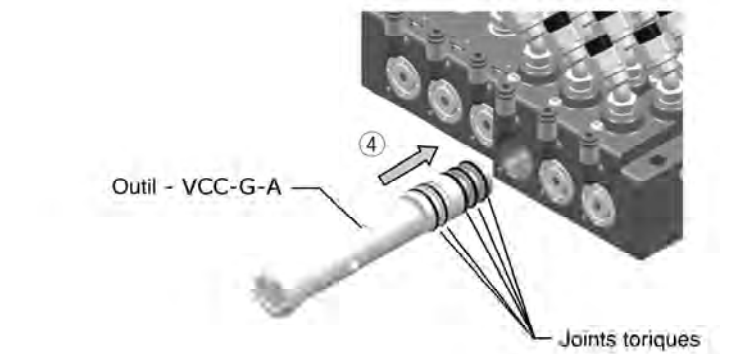
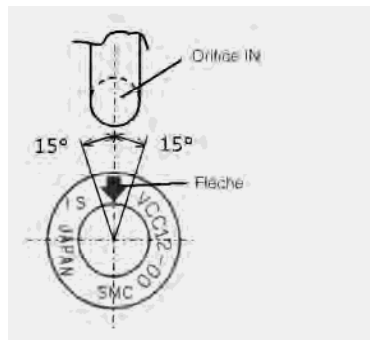

Figure 6
Figure 8
- Introduisez lentement le distributeur à l'horizontale ④ à l'intérieur de l'embase, voir Figure 6, et assurez-vous que la flèche figurant sur le distributeur est à 15° de l'orifice d'entrée (voir Figure 8).